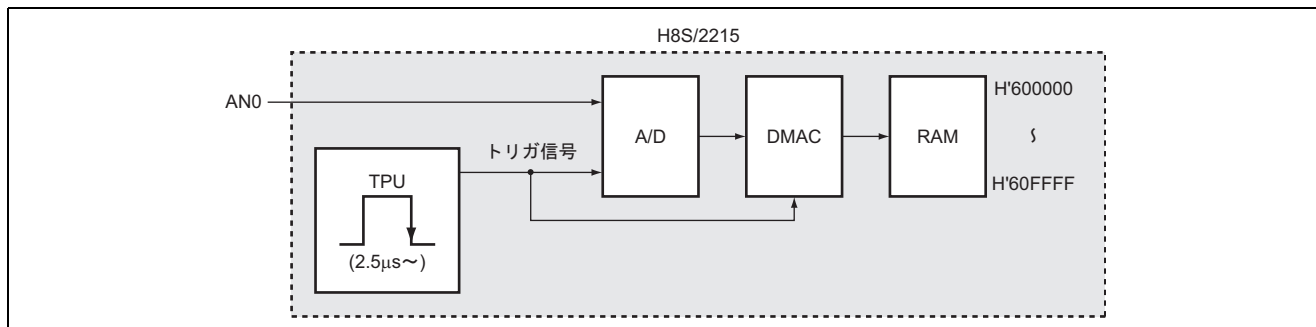

図 1 タイマトリガによる A / D 変換ブロック図
- (1) 図 1 に示すように TPU の変換開始トリガにより A / D および DMAC を起動させ、音声信号を A / D 変換し、DMAC で RAM に転送します。
- (2) 転送 RAM エリアは、H'600000～H'60FFFF です。
- (3) A / D 変換器は TPU の TGRA コンペアマッチにより起動します。
- (4) H8S / 2215 の内部動作周波数は 16MHz で使用します。